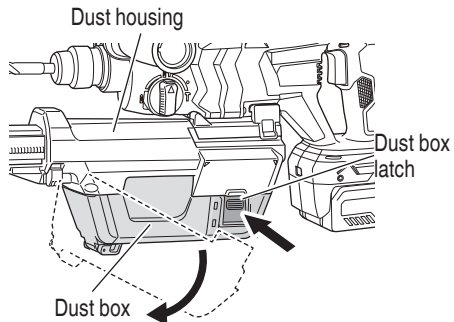

Fig. 19
- (1) Detach the dust box (Fig. 19)